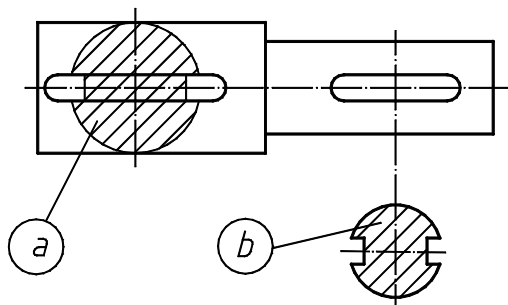

Fig. 5.8
- **secțiune suprapusă**, când secțiunea se reprezintă peste vederea respectivă (fig. 5.8, a). În acest caz secțiunea se trasează cu linie continuă subțire;
- **secțiune deplasată**, când secțiunea este deplasată de-a lungul traseului de secționare în afară conturului piesei (fig. 5.8, b);